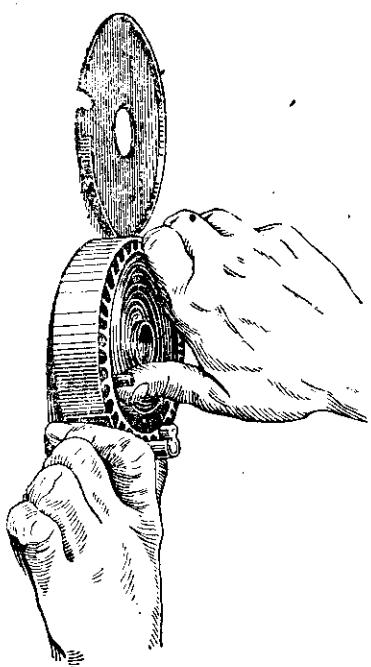

Рис. 19. Прием завода подающей пружины.
- 2) **Завести подающую пружину.** Для этого, положив магазин на стол и удерживая его левой рукой за трубку ограничителя, правой рукой завести подающую пружину дослкза (рис. 19). Затем, придержи-